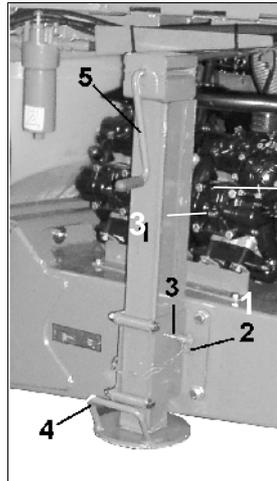

Fig. 38
- Béquille relevée pendant le travail ou le déplacement (Fig. 38).
- Desserrez la goupille d'arrêt (Fig. 38/2).
- Sortez l'axe (Fig. 38/3).
- Descendez/relevez la béquille en utilisant la poignée (Fig. 38/4).
- Continuez à descendre/relever la béquille en utilisant la manivelle (Fig. 38/5).